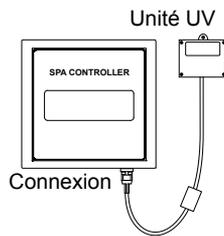

Figure 2
1. Mettre le disjoncteur du spa hors tension. Nous vous recommandons de vider le spa. Débrancher le système CLEARRAY du panneau de contrôle, Figure 2.